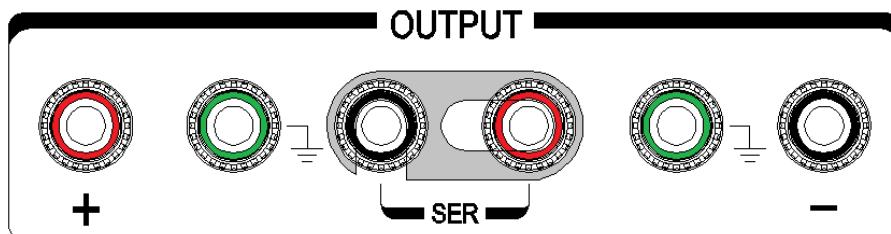

图 6.1 串联工作输出连接方式示意图
DH1718E (G) 系列直流稳压稳流电源支持串联跟踪操作。在进行串联跟踪前必须将通道 1 的输出负端子与通道 2 的输出正端子短接。通道 1 的输出正端子与通道 2 的输出负端子作为高压输出，可获得 2 倍于单通道的输出电压。将短接的两个接线柱作为公共点，通道 1 的正接线柱和通道 2 的负接线柱可输出相同幅度的正负电压值。如图 6.1 所示：